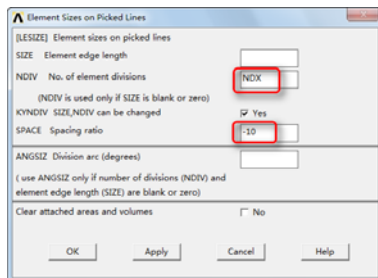

图 9-63 “Element Sizes on Picked Lines”对话框
④单击“OK”按钮会弹出“Element Sizes on Picked Lines”对话框, 如图 9-63 所示, 在“NDIV No. of element divisions”输入框中输入 NDX, 在“SPACE Spacing ratio”输入框中输入-10。
⑤单击“Apply”按钮, 会再次弹出“Element Size on...”对话框, 用鼠标选择线段 L2、L4。
⑥单击“OK”按钮会弹出“Element Sizes on Picked Lines”对话框, 如图 9-63 所示, 在“NDIV No. of element divisions”输入框中输入 NDY, 单击“OK”按钮关闭该对话框。